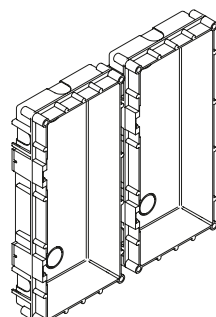

Fig. 55
- Haak de afstandhouders vast aan de eerste kast en vervolgens aan de tweede kast, om het resultaat te verkrijgen getoond in **Fig. 55**;